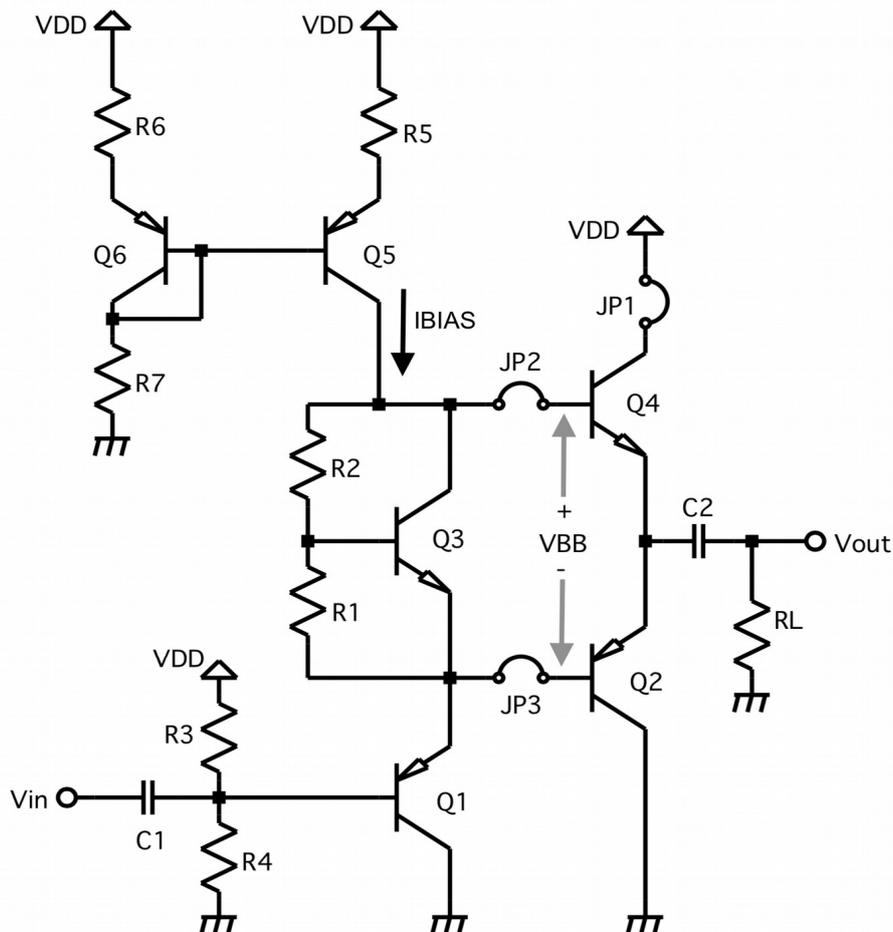

Figura 2: Etapa de salida clase AB
Objetivo: diseñar una etapa de salida clase AB con multiplicador de V_{BE} para aumentar la potencia entregada a la carga del circuito anterior de acuerdo al circuito de la Figura 2.
- Prever mecanismos para desconectar los transistores de salida Q2 y Q4, de modo tal de poder testear de forma separada la fuente de corriente y el multiplicador de V_{BE} . Para ello se sugiera la colocación de los headers JP1, JP2 y JP3 (Ver Figura 2).
En el informe se deberán utilizar los mismos nombres para los componentes que los presentados en la Figura 2. El informe deberá contener las siguientes secciones donde se debe explicar de forma clara y concisa lo solicitado en el orden aquí establecido. **Anexe al informe todos los cálculos realizadas para obtener todos los diseños, y todos los cálculos que haya realizado para responder las preguntas del informe.** Al final del informe, y en otro anexo, los estudiantes pueden agregar cualquier otra información que consideren relevante.